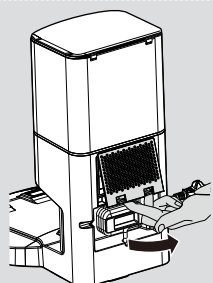

Fig. 10
1. Haka loss utblåsningsfiltrets lock och ta bort utblåsningsfiltret. [Fig. 10,11]